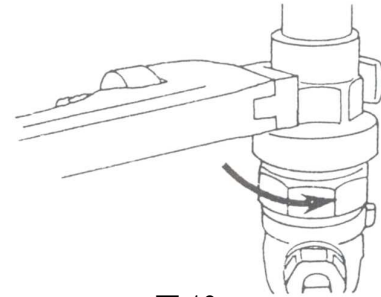

図 12
②本体ねじ軸の上部から挿入ハンドルを外す。
③アダプタから本体をパイプレンチで外す。(図 12)